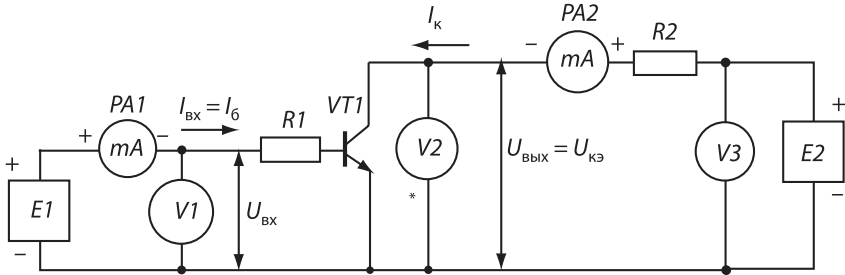

Рис. 2.2
12. Собрать схему рис. 2.2. Установить $R1 = 600$ Ом, $R2 = 120$ Ом.